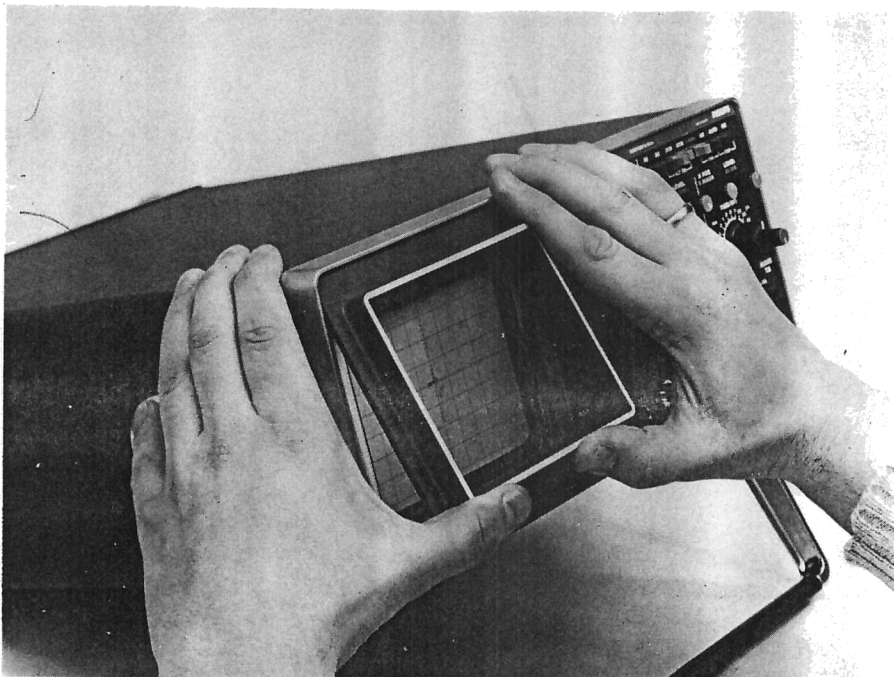

Fig. 2.9. Dépose de la visière et de la plaque de contraste.
- Prendre les coins inférieurs de la visière et la déposer du panneau avant par légère traction (Fig. 2.9.).